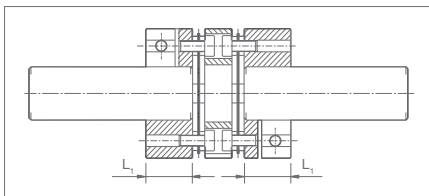

Abbildung 2
3. Bitte stellen Sie zusätzlich sicher, dass die beiden Wellenstümpfe in den vollen Nabenbereich L_1 (Abbildung 2) hineinragen (Werte hierzu entnehmen Sie bitte den technischen Spezifikationen des Kataloges).